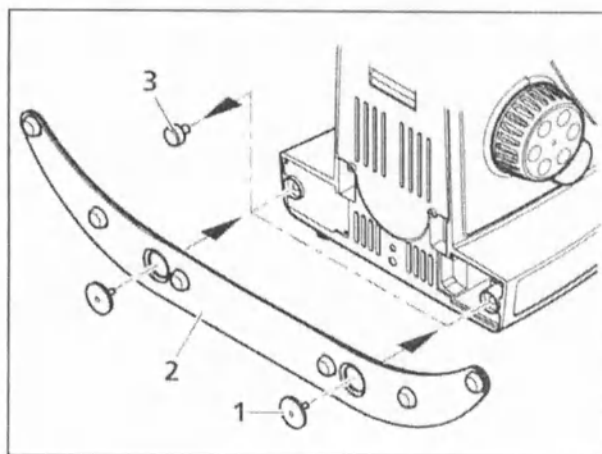

Рисунок 3-4. Установка опорной плиты
- Вытяните задние резиновые наконечники (рисунок 3-4/3) из отверстий в штативе.
- Установите опорную плиту (рисунок 3-4/2) на нижнюю часть штатива и закрепите ее двумя винтами (рисунок 3-4/1).